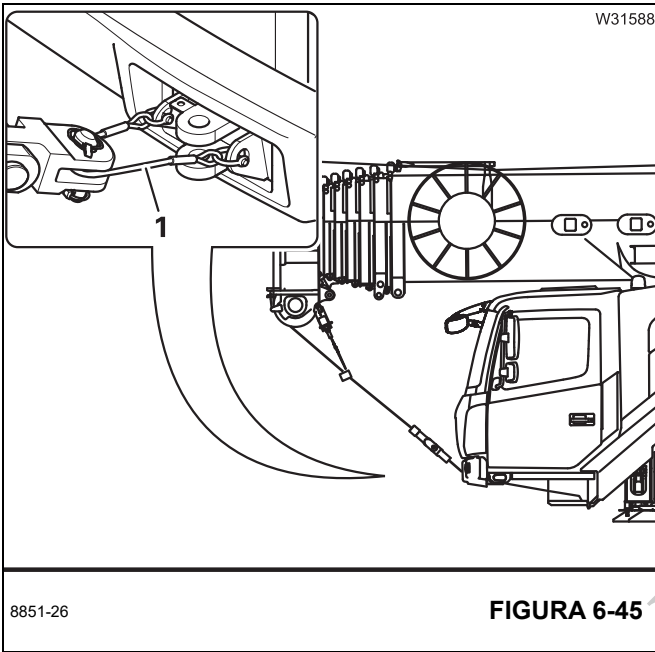

FIGURA 6-45
- Asegure el aparejo de gancho (1), (Figura 6-45), para el transporte.
- Conecte la abrazadera del extremo del cable al cable de retención (1), (Figura 6-45).